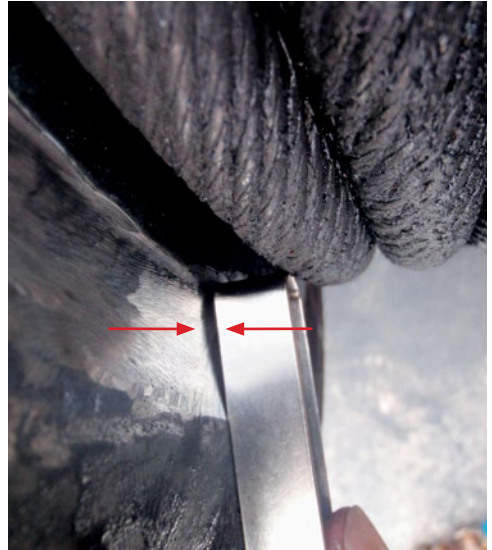

Abb. 54 - Verengung, welche Ablenkungen des Seils verursachen kann
- Wenn die letzte Windung an irgendeiner Lage aufgrund einer Verengung des Zwischenraums nicht ganz um die Trommel herum passt (siehe Abb. 54), bildet das Seil einen über dieser Verengung erhabenen Buckel aus, was zu Unregelmäßigkeiten beim Wickeln der nächsten Lage führt.